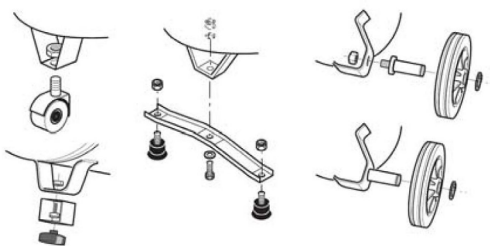

Abb. 3: Montage
Schritt 3: Montieren Sie gegebenenfalls zuerst die Räder und/ oder Schwingungsschutzelemente (Abb. 3).